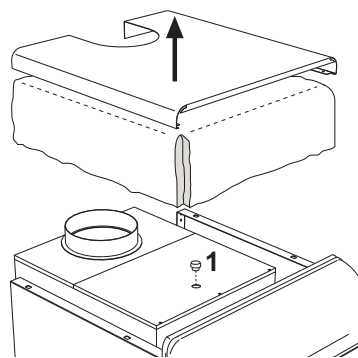

рис. 6 - Анализ сгорания
Внутри котла, в верхней части прерывателя тяги, предусмотрена одна точка отбора проб дымовых газов (смотрите рис. 6)
3. Откройте штуцер отбора дымовых газов 1 в рис. 6;